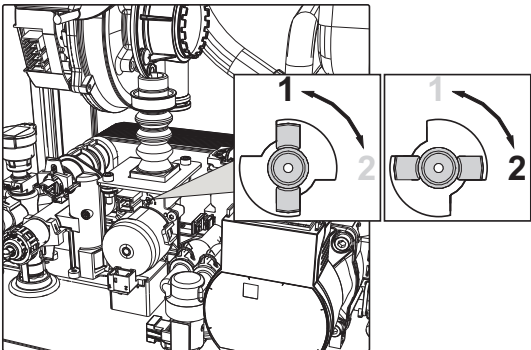

fig. 35
- 3. Gire el regulador (fig. 35) según la posición indicada en la tabla 7.